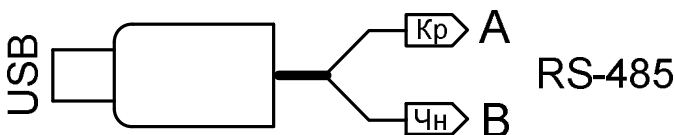

Рисунок 3. Назначение контактов конвертера.
1.5.3 Назначение контактов конвертера (рис. 3):